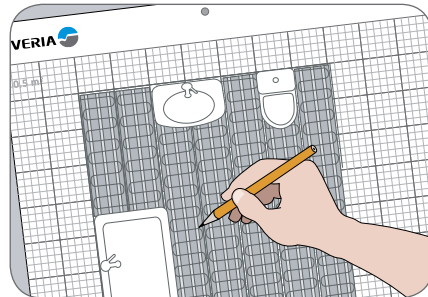

Fig. 2
D. Zeichnen Sie Ihre Veria AquaMat (B:48 cm) mit einem Abstand von 2 cm zwischen den Linien in den Plan ein. Das Glasfasergewebe kann zur Richtungsänderung eingeschnitten werden. (Abb. 2)